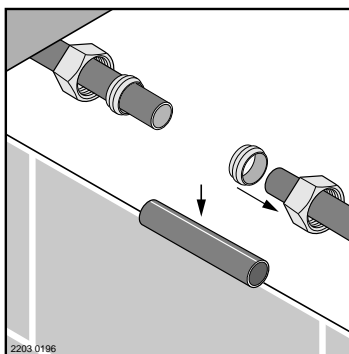

Figura 2
Paso 2. Cierre el suministro de agua y abra la llave de un lavabo del segundo piso de la casa y la de un lavabo del sótano para drenar las líneas de agua. Mida y corte la línea de agua con base en su instalación específica (Figura 2).
Paso 3. Coloque la tuerca compresora y la férula correspondiente en cada extremo de la tubería. Si la línea de agua es de 1/2 pulgada, use las férulas de goma; si es de 3/4 de pulgada, use las férulas de bronce (Figura 2).